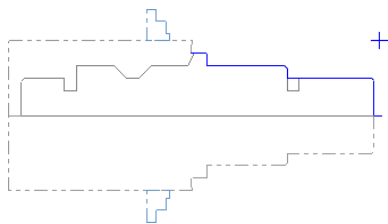

图 19.8 刀具路径
(1) 在“车床-精车 属性”对话框中单击 **精车参数** 选项卡，然后单击 **进/退刀(L)** 按钮，系统弹出“进退/刀设置”对话框。
(2) 在“进退/刀设置”对话框中单击 **退刀** 选项卡，选中 **增加线(L)** 复选框并单击该按钮，此时系统弹出“新建轮廓线”对话框。
(3) 在“新建轮廓线”对话框的 **长度:** 文本框中输入值 5，在 **角度:** 文本框中输入值 180，然后单击两次 **✓** 按钮。
Step6. 单击“车床-精车 属性”对话框中的 **✓** 按钮，完成参数的设置，此时系统将自动生成图 19.8 所示的刀具路径。